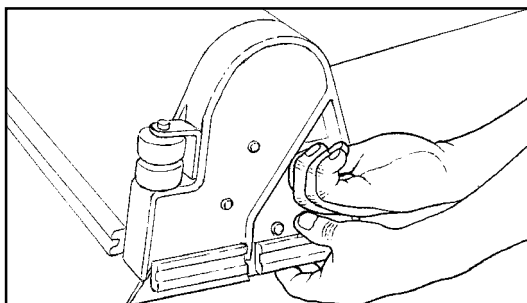

Abb. 15
4. Begeben Sie sich zur Vorderseite der Maschine und entfernen Sie die Flügelschraube von der Bürstenabdeckung (Abbildung 15).